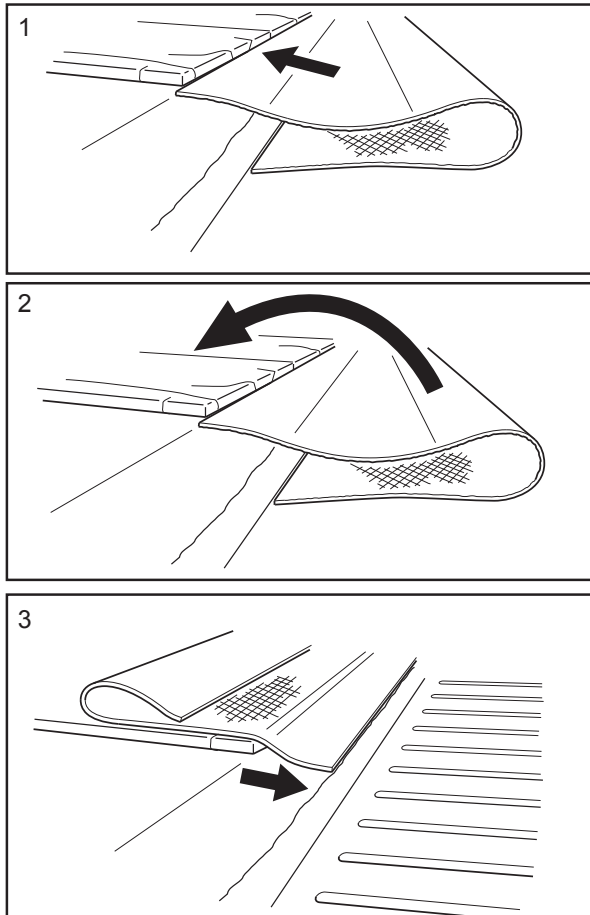

Fig. 4: Legge ut toppduken på skumstykkene
2. Før toppduken mot kanten av skumlaget (1 i Fig. 4).
3. Vend toppduken to ganger for å legge den oppå skumlagene (2 og 3 i Fig. 4). Når toppduken blir vendt to ganger, blir den endelige retningen den samme.